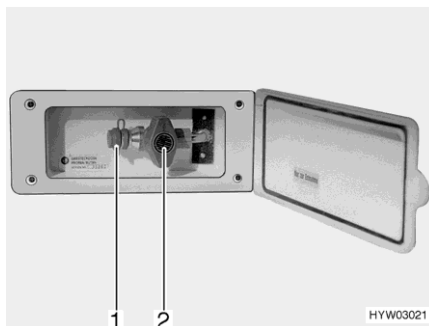

Fig. 79 Presa gas esterna (rubinetto di arresto del gas chiuso)
- Collegare l'apparecchio a gas esterno all'attacco (Fig. 79,1).
- Aprire il rubinetto di arresto del gas (Fig. 79,2).